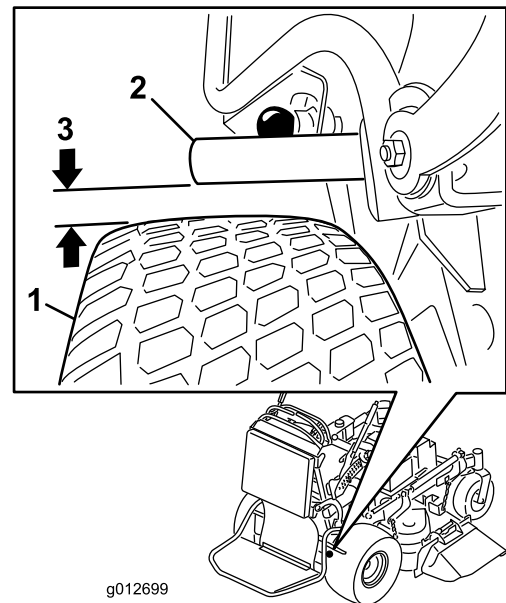

Figura 62
4. Con el freno quitado, mida la distancia entre la barra de freno y el neumático. La distancia debe ser de 5 a 8 mm (3/16 a 5/16 pulgadas) (Figura 62). Si es necesario ajustarlo, consulte Ajuste del freno de estacionamiento.
5. Ajuste la horquilla. La distancia entre la barra de freno y el neumático debe ser de 5 a 8 mm (3/16 a 5/16 pulgada). Para apretar el freno, gire la horquilla hacia arriba. Para aflojar el freno, gire la horquilla hacia abajo (Figura 62).